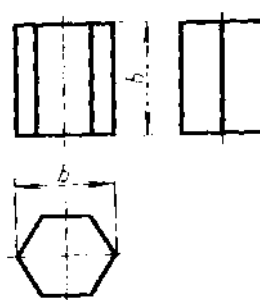

Рис. 9
- проецирование призмы шестиугольной (рис. 9) в аксонометрической проекции (на выбор)